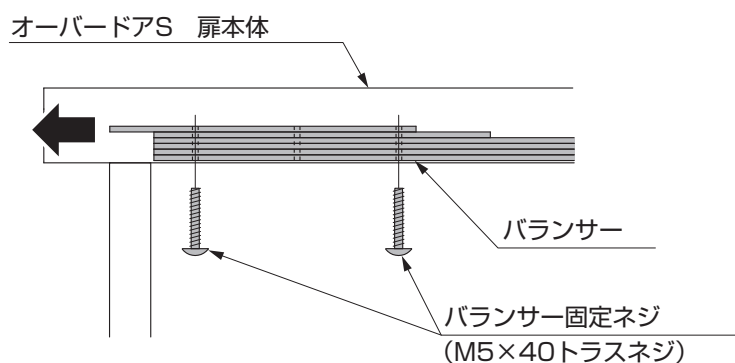

図6-2
●扉本体のバランサーはタイプ・サイズによって搭載されていない場合があります。扉を確認して図6-2「バランサー固定ネジ」が無い場合はバランサーが搭載されていない扉になります。バランサーの搭載が無い扉の場合は「6-2 接地ストッパーの調整」に進んでください。
- ②「バランサー固定ネジ」を取外しバランサーを扉本体から取り出してください。（図6-2参照）